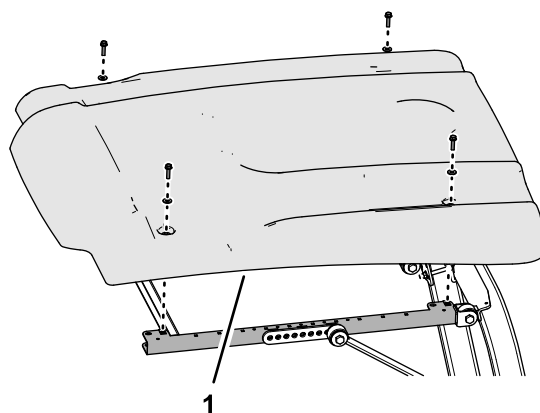
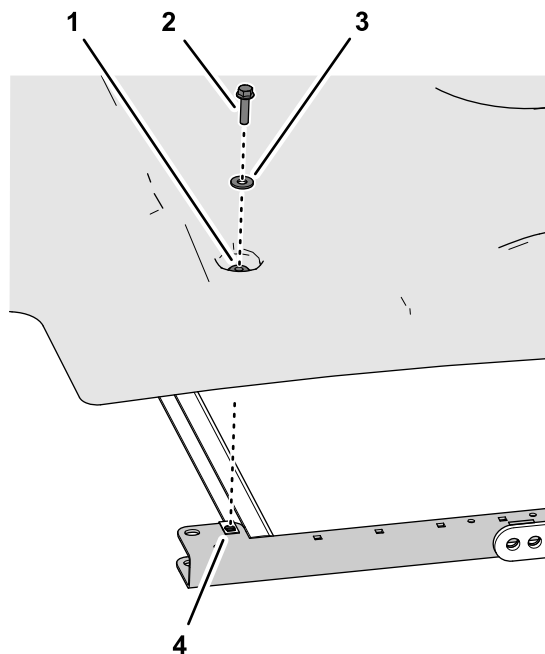

Figura 1
Figura 2
1. Togliete i 4 bulloni a testa flangiata (5/16" x 1 1/4") e le 4 rondelle (5/16") che fissano il parasole alle canaline del telaio laterale (Figura 1 e Figura 2).
2. Togliete il parasole dalla macchina (Figura 1).
2. Montate il parasole sulle canaline del telaio (Figura 2) con i 4 bulloni a testa flangiata (5/16" x 1¼") e le 4 rondelle (5/16") rimossi in precedenza.